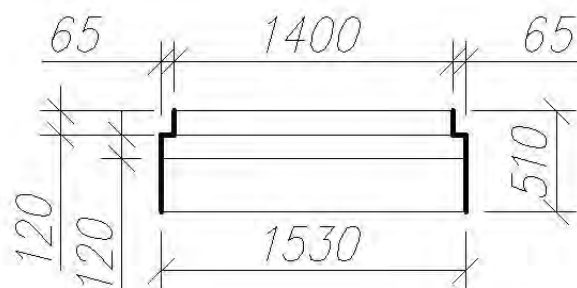

Рис. 29. Основные размеры оконного блока
12.1. Оконные блоки вычерчиваем в соответствии с размерами, указанными на рис. 29.